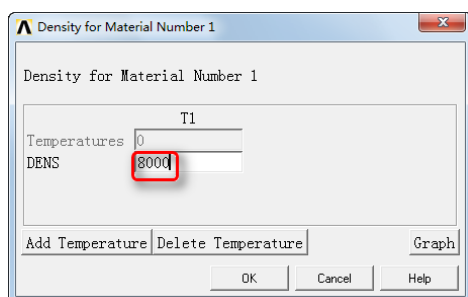

图 13-13 “Density for Material Number 1” 对话框
⑤在“Material Models Available”栏目中连续单击 Favorites > Linear Static > Density, 弹出“Density for Material Number 1”对话框, 如图 13-13 所示, 在“DENS”后键入 8000, 单击“OK”按钮。